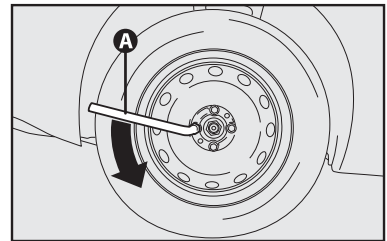

fig. 5
- Desapertar cerca de uma volta os parafusos de fixação da roda a ser substituída, **A-fig. 5**.